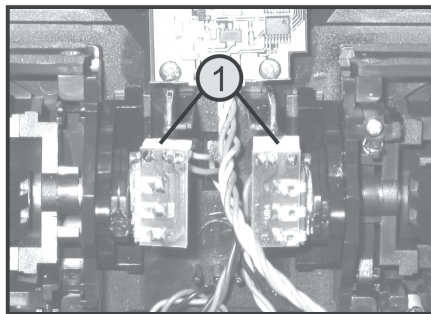

Afbeelding 13
Maak bij het (van achteren gezien) rechter knuppelaggregaat de houdveer (1) los en schroef deze spiegelverkeerd (van achteren gezien) aan het linker knuppelaggregaat van de voorbereide houder (2) weer vast (zie afb. 13 C).
Hang vervolgens eerst de terugzethendel (5) aan het rechter (van achter gezien) knuppelaggregaat in spiegelbeeld opnieuw in (zie afbeelding 13 D). Met een pincet kunt u nu de trekveer (4) onder aan de terugzethendel (5) inhaken en de veer met een dunne draad of naald, waaraan met een punttang een kleine "vanghaak" werd gebogen, naar boven spannen en onder spanning houden.
Schuif daarna de instelschroef-mechaniek (3) in de voorbereide voering (6) aan het rechter (van achter gezien) knuppelaggregaat (zie afbeelding 13 A) en hang de trekveer boven in de haak van de instelmechaniek.